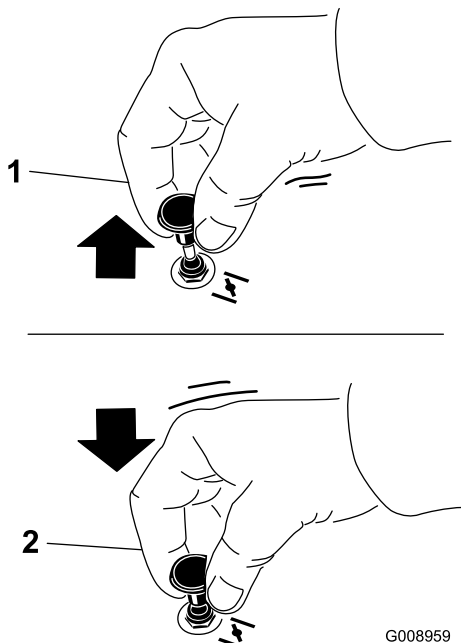

Figure 15
2. Tirez sur le bouton de starter pour engager le starter avant d'utiliser le commutateur d'allumage (Figure 15).
3. Poussez sur le bouton pour désengager le starter lorsque le moteur a démarré (Figure 15).